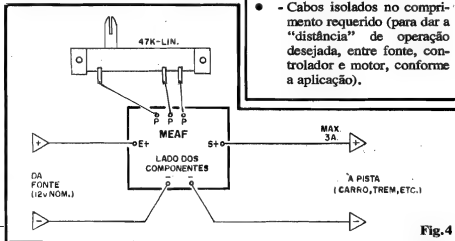
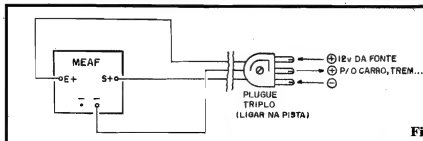
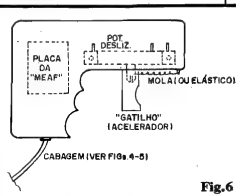

Fig. 4
Fig.5
Fig.6
- FIG. 4 - CONEXÕES EXTERNAS À PLACA - Ainda vista pela sua face não cobreada (lado dos componentes), temos agora a placa com as ligações que vão "dela pra fora"... Incluem-se as conexões de Entrada e Saída de energia ao potenciômetro deslizante (aos pontos P-P-P). Convém que o iniciante sempre compare as
- FIG. 5 - PLUGAGEM CONVENCIONAL DE PISTAS DE MODELISMO - Notem (fig. 4) que a placa da MEAF é dotada de dois pontos de ligação para o negativo ou "comum" da alimentação, marcados com "+" e "-"... Essa duplicidade apenas foi incorporada para facilitar as conexões, de forma mais "universal", independentemente da aplicação final desejada... Entretanto, no controle específico de modelos de carrinhos e trenzinhos, as manoplas aceleradoras originais costumam ter sua cabagem dotada de um plugue de três pinos, conforme ilustra a figura... Nesse caso, após uma cuidadosa identificação das funções de cada um dos três pinos, as conexões poderão ser feitas de acordo com o diagrama, simplificando bastante as coisas. Nesse caso, um dos pinos corresponde sempre ao negativo da fonte e da pista controlada, outro "recebe" os 12V (geralmente) positivos da fonte original do sistema, e o último pino "devolve" o positivo, já controlado e dimensionado pelo circuito, à pista, para ativação do motor... Usando um multímetro e/ou um provador de continuidade, o Leitor/Hobbysta atento não encontrará dificuldades em "descobrir"
- - Materiais para a construção completa, externa e "mecânica", da manopla, conforme sugestão da fig. 6 (VER ADIANTE...)
- FIG. 6 - SUGESTÃO MECÂNICA E DE ACABAMENTO PARA UMA MANOPLA TOTALMENTE ELETRÔNICA - O habilidoso (todo Hobbysta o ...) Leitor de APE não deverá "ter um ataque" dispondo-se a construir, "do zero", uma manopla totalmente nova e eletrônica, para acomodação do circuito, comandos e plugagens da MEAF, nos moldes sugeridos na figura (é óbvio que algumas diferenças no lay out final são plenamente aceitáveis, valendo a figura como mera sugestão...). Um container plástico em forma de "L", com dimensões compatíveis com as da mão do operador, seria o ideal... Do "cabo" da manopla pode sair a cabagem no "fim" da qual fica o plugue de conexão ao sistema (ver fig. 5), de modo que o fio não "atrapalhe" o operador... Dentro do dito "cabo" pode ficar a plaquinha do circuito, fixada por parafusos/porcas... Já ao longo da projeção horizontal da manopla, deve ser interiormente instalado o potenciômetro da MEAF, de modo que a sua alavanquinha de "deslizamento" do cursor possa projetar-se externamente, através de uma fenda longa, nas convenientes dimensões... A idéia é dispor o conjunto de modo que o cursor do potenciômetro se posicione como um "gatilho" numa pistola hipotética... Nessa configuração, bastará uma pequena mola espiral (ou mesmo um elo de elástico forte...) acoplada ao dito cursor, para promover o necessário "retorno" do gatilho, quando o operador "solta" o controle... Um "knob" de formato especial (para bem acomodar o dedo indicador do operador...) poderá ser facilmente improvisado pelo montador, acoplado (com adesivo forte) à alavanquinha cursora do po-
- - Material para a confecção da "antena" de quadro (ripas e pequeno mastro de madeira, fio de cobre esmaltado nº 24 a 32 - de 100 a 800 metros, dependendo da disposição adotada - etc.) VER FIG. 5.